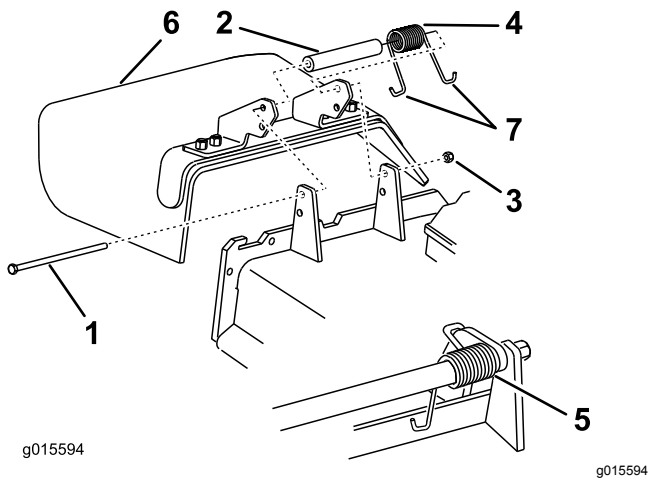

Figure 87
1. Retirez le contre-écrou, le boulon, le ressort et l'entretoise qui fixent le déflecteur aux supports de pivot (Figure 87).
Remarque: Prenez soin de placer 1 extrémité en **J** du ressort derrière le bord du tablier avant de mettre le boulon en place, comme montré à la Figure 87.
6. Accrochez l'extrémité en **J** du ressort au déflecteur d'herbe (Figure 87).